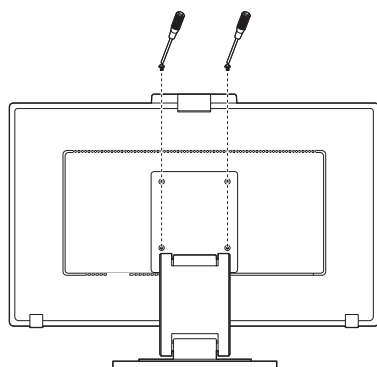

Figure S.2
4. Retirez tout d'abord les 2 vis inférieures (**Figure S.2**).